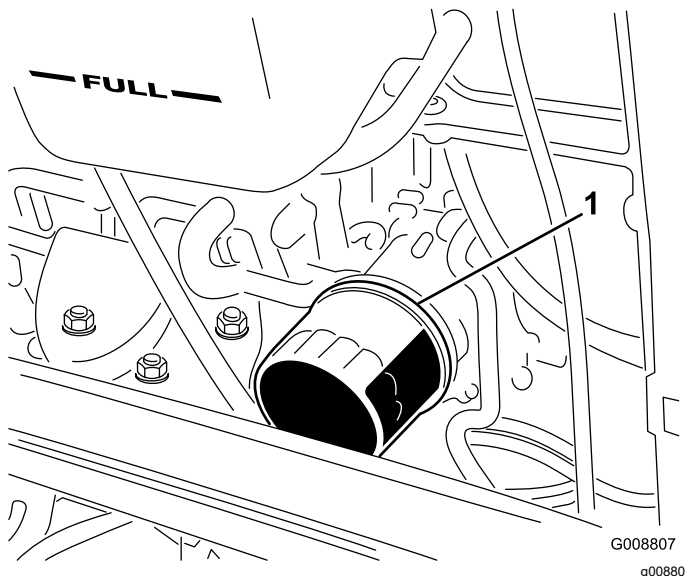

Figura 53
2. Retire el filtro de aceite (Figura 53). Aplique una capa ligera de aceite limpio al filtro nuevo antes de enroscarlo. No apriete demasiado.